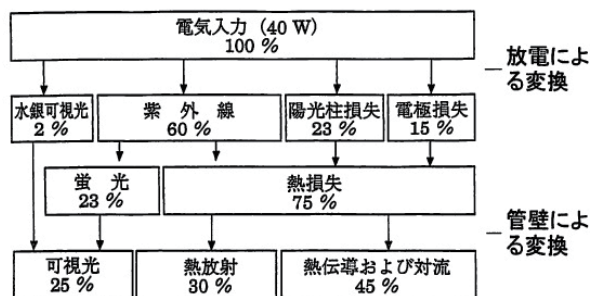
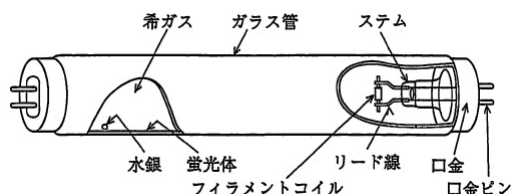

図 67 蛍光灯のエネルギー変換
図 68 蛍光灯の構造
(1) 蛍光灯とは
蛍光灯は、熱陰極を有する低圧水銀蒸気放電ランプで、水銀スペクトルの紫外部の輝線スペクトル 185.0nm、253.7nm によって、放電管内壁に塗布された蛍光体を励起し、励起波長よりも長い波長の光を放射するランプである。本稿(13)にも記したように、1938 年夏に GE 社で現在の型の蛍光灯が発表され、画期的な光源で量産にも適し、現在も広く使用されている。その特徴は、①エネルギーの変換効率が高い。②発熱量が少ない。③蛍光物質の選択により幅広い波長域の光が得られる。④従来のランプに比べて寿命が長い等、照明用ランプとして非常に優れているランプである(図 67 参照)。構造は図 68 に示すように、電流・消費電力などの電気特性に見合ったガラス管(直線・環状・屈曲形状等)の内面に蛍光体を塗布し、両端にフィラメント電極を設け、内部に水銀・アルゴンガス(希ガス)が封入されている。